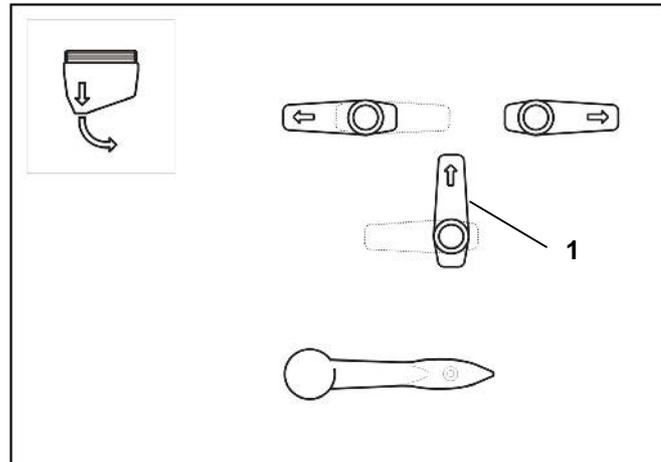

Fig. 7.13
- Den 3-Wege-Umschalhahn (7.13/1) entsprechend Fig. 7.13 verschwenken.